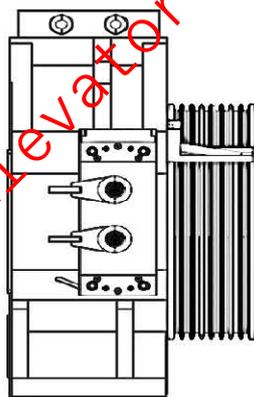

图 4-2-5 对角间隙
5. 制动器一个角的间隙调整完成, 然后按照上述 1~4 的步骤调整另外三个角的间隙, 先调整对角间隙 (见图 4-2-5), 然后调整余下两个角的间隙 (见图 4-2-6)。